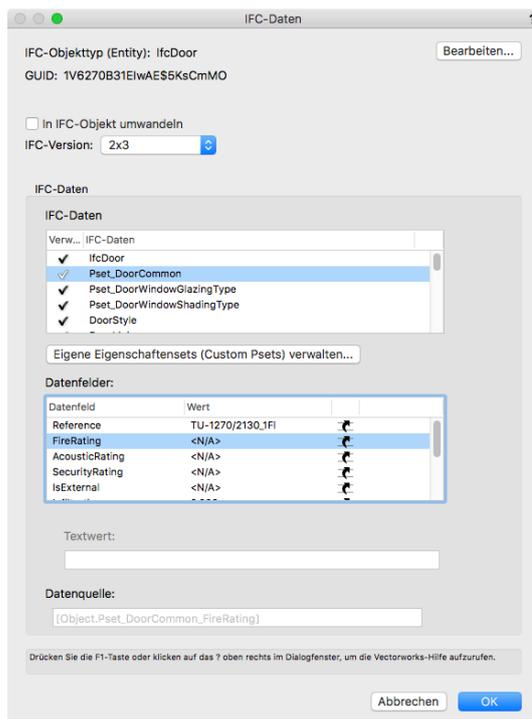

BILD 3
Wurde den aktivierten Objekten bereits ein IFC-Objektyp zugewiesen, öffnet sich das Dialogfenster „IFC-Daten“ (BILD 3).
3. Wählen Sie den gewünschten IFC-Objektyp und schließen Sie das Dialogfenster mit **OK**. Das Dialogfenster „IFC-Daten“ öffnet sich (siehe **BILD 3**). Setzen Sie in der Liste **IFC-Daten** in der Spalte **Verwenden** ein Häkchen neben das IFC-Eigenschaftenset, das dem Objekt zugeordnet werden soll. Sie können einem Objekt auch mehrere IFC-Eigenschaftensets zuweisen.
In der Liste **Datenfelder** werden alle Datenfelder bzw. Eigenschaften des in der Liste **IFC-Daten** aktivierten Eigenschaftensets angezeigt. Sie können einem Datenfeld Werte zuweisen, indem Sie der Liste auf den entsprechenden Eintrag klicken und im Eingabefeld darunter die gewünschten Daten eingeben (siehe **BILD 3**).